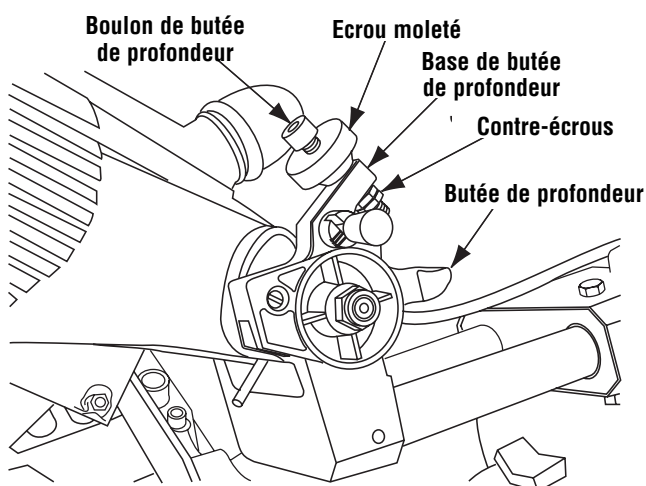

Figure 32. Coupe de rainures
1. Réglez la profondeur de la coupe en desserrant l'écrou moleté du boulon de réglage de la profondeur (Figure 32). Ne modifiez pas la position des deux (2) contre-écrous à l'extrémité du boulon.